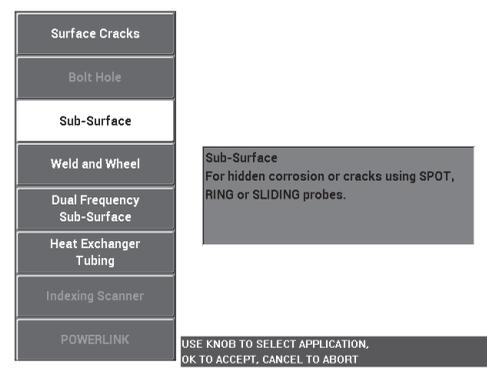

Figura 5-23 Aplicación Sub-Surface (grietas subsuperficiales)
2. Pulse una sola vez la tecla de menú ADV SETUP (), después, seleccione el parámetro **APPL SELECT** (tecla de función A) para abrir el menú de selección de aplicaciones. Seleccione la opción **Sub-Surface** (grietas subsuperficiales); después, pulse la tecla  para aceptar la selección. Vea la Figura 5-23 en la página 157.